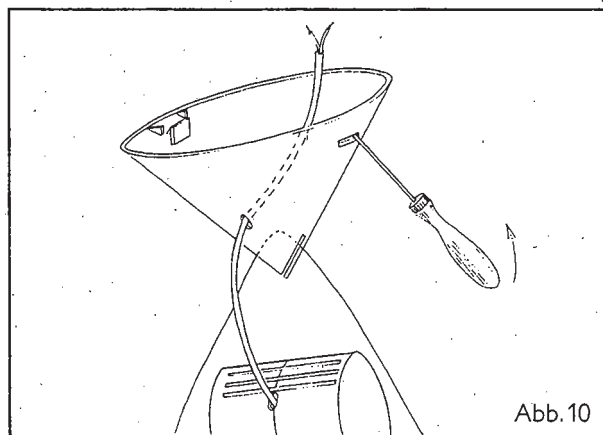

Abb. 10
5. Lösen des Baldachins: Durch Einstecken des Schraubendrehers in beide Schlitze am Baldachin und durch seitliches Drücken (Abb. 10).